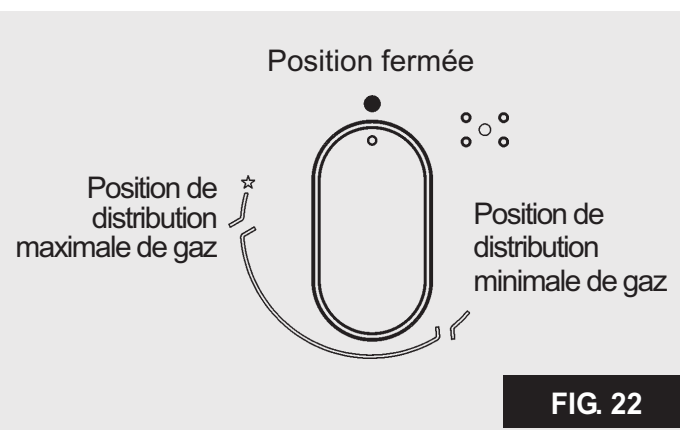

FIG. 22
Enfoncez et tournez en sens inverse horaire le bouton correspondant au brûleur à utiliser, tournez-le sur la position Maximum (grande flamme fig. 22) puis appuyez à fond sur le bouton.
Pour les brûleurs munis d'un thermocouple de sécurité, tournez en sens inverse horaire le bouton correspondant au brûleur à utiliser, tournez-le sur la position Maximum (grande flamme fig. 22) jusqu'à ce que vous sentiez un arrêt léger puis appuyez sur le bouton. Lorsque le brûleur est allumé, maintenez le bouton enfoncé pendant 10 secondes environ.
- Lorsque le point d'ébullition est atteint, tournez le bouton sur Minimum (petite flamme fig. 22).
- **l'allumage des brûleurs avec un thermocouple de sécurité n'est possible que lorsque le bouton se trouve sur la position Maximum (fig. 22).**
- allumez le brûleur et tournez le bouton sur le Minimum (petite flamme fig. 22).